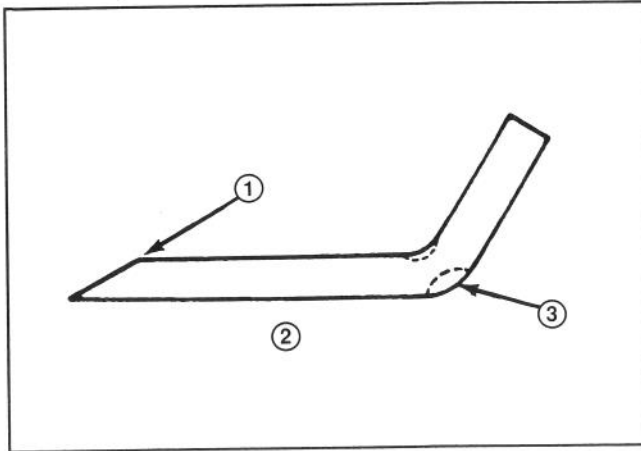

Figure 16
Vérifier la lame de coupe chaque fois que la machine est mise debout. Si le boulon retenant la lame est desserré, le serrer de 6,2 à 8,1 kg/m (61–81 Nm). Si la lame ou la courbure (Fig. 16) à l'extrémité de la lame est usée ou fêlée, remplacer la lame. La remplacer également si elle est tordue ou déséquilibrée. Toujours utiliser les véritables lames de rechange TORO, afin d'assurer la sécurité et une performance optimale. **NE JAMAIS UTILISER UNE LAME DE REMPLACEMENT WILL-FIT.**
7. A l'aide d'une lime, aiguiser le tranchant aux deux extrémités de la lame (Fig. 16).